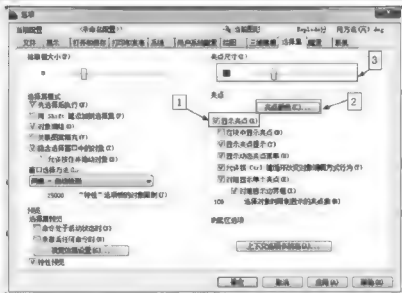

图 4-78
**步骤 1:** 在工具栏中执行 **工具(T) → 选项(O)...** 命令, 弹出【选项】对话框, 在【选项】对话框中单击 **选择集** 项, 切换到【选择集】参数设置, 如图 4-78 所示。